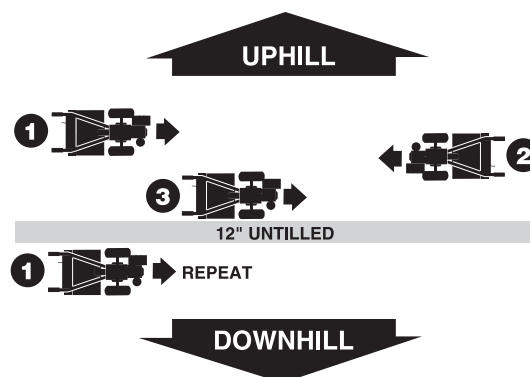

Fig. 4-10
- Para crear una terraza, comience en la cima de la pendiente y trabaje hacia abajo. Recorra la primera hilera hacia atrás y hacia adelante como se muestra en la Fig. 4-10.